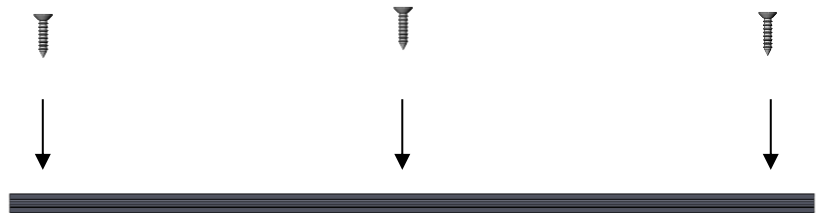

Figura 26
- El reductor va fijado al perfil con tres tornillos DIN 7504P 4,2 x 13 mm como se muestra en la figura 26.